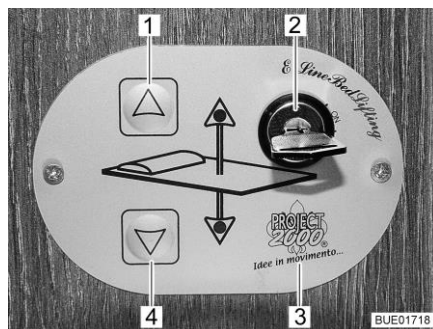

Bild 137 Kontrollenhet
Med knapparna (Bild 137,1 och 4) på kontrollenheten (Bild 137,3) sänks och lyfts den höjbara sängen. Med nyckelbrytaren (Bild 137,2) säkras kontrollenheten mot obehörig användning.
- Vrid nyckeln i nyckelbrytaren (Bild 137,2) 90° medurs på ställningen "On". Kontrollenheten (Bild 137,3) är aktiverad.
- Tryck på pilknappen (Bild 137,4) och håll den så länge intryckt till den höjbara sängen sänks ned till önskad position.
- Tryck på pilknappen (Bild 137,1) och håll den så länge intryckt till den höjbara sängen lyfts fram till gränsställningen.
Om den höjbara sängen inte längre går att flytta med pilknapparna (Bild 137,1 och 4) kontrollera först säkringarna (se avsnitt 9.11.1). Om säkringarna är ok och den höjbara sängen ändå inte går att flytta, kan den höjbara sängen manövreras manuellt.